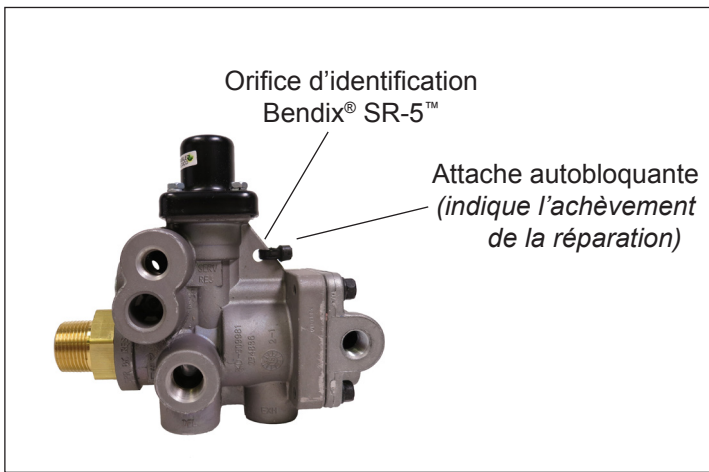

Figure 2 – Emplacement de l'attache autobloquante
6. À des fins d'identification, boucler l'attache autobloquante verte (2) dans l'orifice d'identification situé sur le corps de valve. (Consulter la Figure 2.)
7. Ce nécessaire inclut une étiquette SR-5 (5) que l'on pourra placer sur la remorque au terme de la pose de la valve. Cette étiquette est facultative. Néanmoins, elle aidera à une identification rapide des remorques ayant été réparées en vertu du rappel. Un espace est prévu pour le nom du technicien et la date d'installation.
Remarque : Les valves SR-5 de Bendix avec une attache autobloquante verte ou noire dans l'orifice d'identification sur le corps de valve ont déjà été réparées. Aucune intervention supplémentaire n'est requise. (Consulter la Figure 2.)